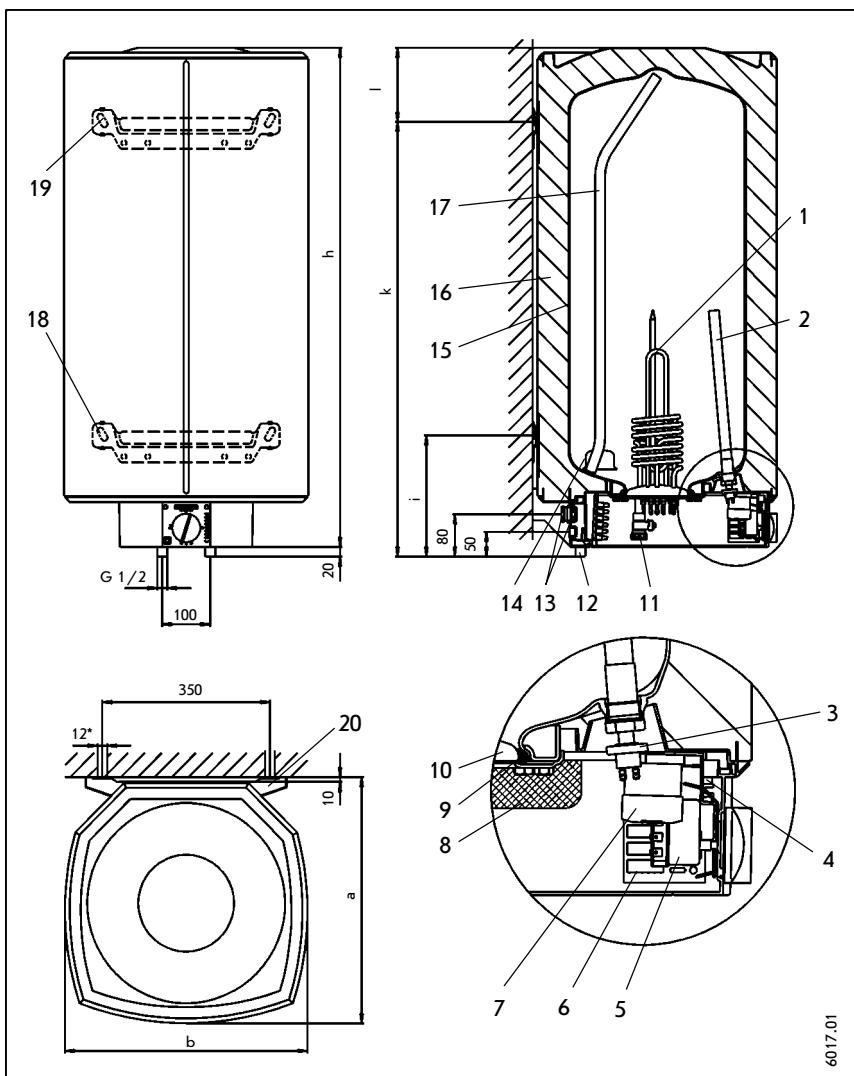

Рис. 6
- монтировать вертикально, как показано на рис.6;
- Желаемую мощность следует подключать в соответствии со схемами подключения. В приборах типа SH следует переставить зажимной мост (рис.13, клеммы 8-10). В приборах типа SHZ установите контактор быстрого подогрева (рис.6, поз.4) в положение I или II.